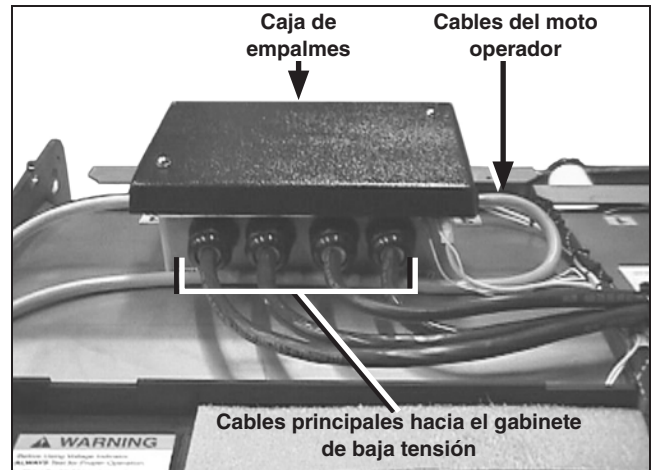

Figura 25. La caja de empalme.
PASO 1. Desenrolle los cables principales de la caja de empalme que serán dirigidos hacia el compartimento de baja tensión. Ver Figura 25. Estos cables tienen conectores de baja tensión en sus extremos.